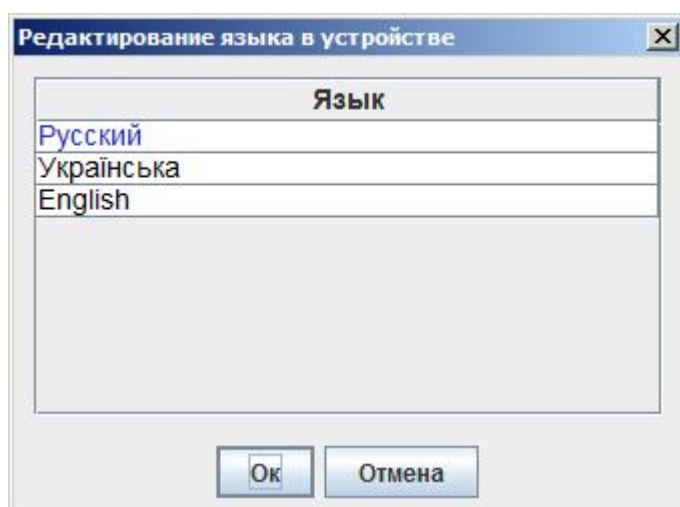

Рисунок 14 - Выбор языка интерфейса блока детектирования БДМГ-200
4.7.1.7 Параметр «Текущий язык» отображает выбранный язык интерфейса СИ. Если СИ поддерживает несколько языков интерфейса, в левой части строки «Текущий язык» будет отображаться . В этом случае изменение языка интерфейса осуществляется в окне «Редактирование языка в устройстве» (Рисунок 14).